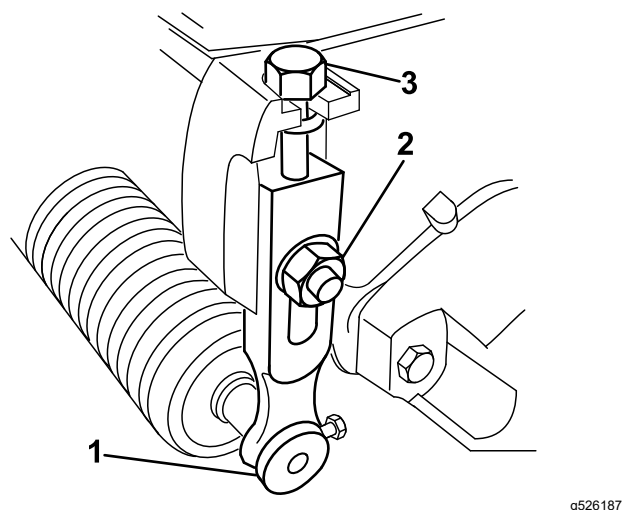

図 14
1. 刈り高アームをカッティングユニットのサイドプレートに固定しているロックナットをゆるめる 図 14。